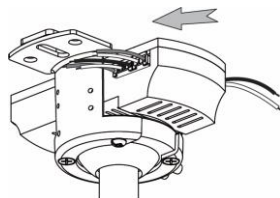

fig. 12
3. Insérez le récepteur dans le support de montage en veillant à ne pas comprimer excessivement les fils (fig. 12).